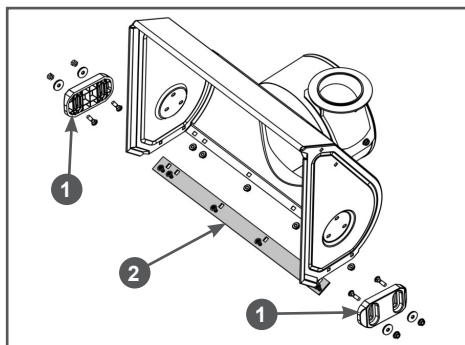

Рис. 32 Обслуживание кожуха шнеков
1. Открутите гайки крепления ползков 1 (Рис. 32) и снимите ползки с кожуха шнеков.
2. Установите новые ползки и закрепите их четырьмя болтами и гайками (Рис. 32). Перед окончательной затяжкой гаек отрегулируйте высоту забор снега.
Для наглядности на Рис. 32 кожух шнеков показан без шнеков, редуктора и валов.
1. Открутите гайки крепления и снимите нижнюю накладку 2 с кожуха шнеков (Рис. 32).
2. Установите новую нижнюю накладку и закрепите ее болтами и гайками (Рис. 32).